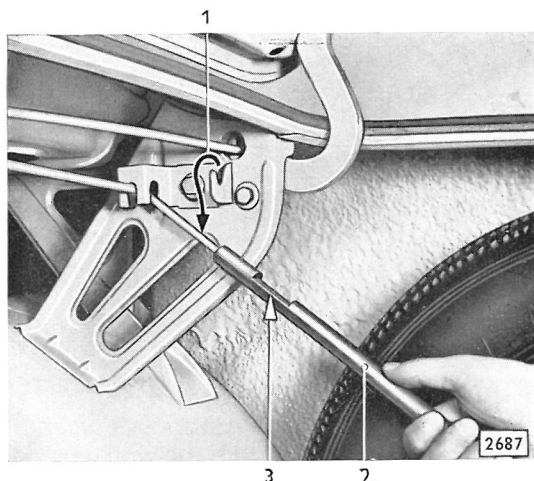

Bild 154 - Linke Drehstabfeder auf der rechten Seite aus Federhalter aushängen
1. Linke Drehstabfeder auf der rechten Seite aushängen. Hierzu Federheber S-1248 (154/2), mit Aussparung (154/3) nach oben, auf abgewinkeltes langes Ende der Feder aufstecken. Dann Federende nach der Anordnung in Bild 154 aus Aussparung im Federhalter an der Karosserierückwandstütze herausheben, etwas zur Seite schwenken und nach unten ablassen.